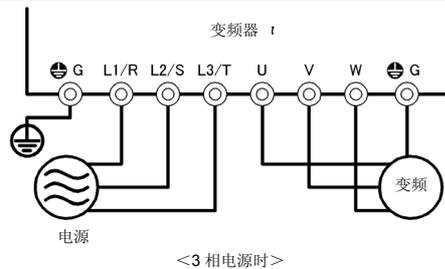

图 4.1 主电路端子的连接图
- (1) 主电源输入端子（L1/R、L2/S、L3/T 或 L1/L、L2/N）、变频器输出端子（U、V、W）以及变频器接地端子（zG）是否正确连接。（参照图 4.1）